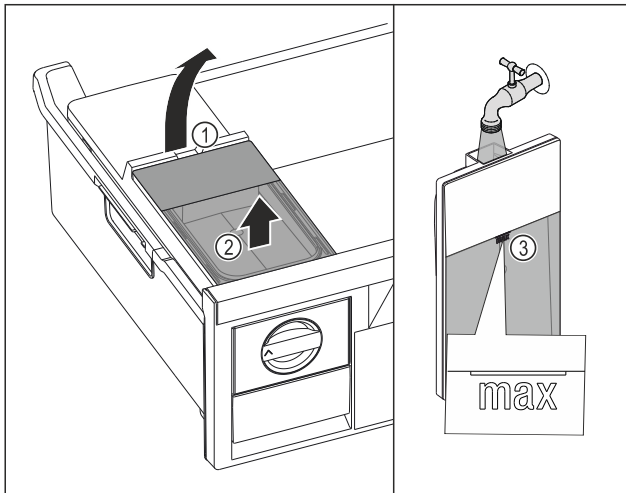

Fig. 100
- ▶ Elevar el depósito de agua por la entalladura Fig. 100 (1).
- ▶ Extraer el depósito de agua hacia arriba. Fig. 100 (2)
- ▶ Llenar el depósito de agua con agua potable hasta la marca Fig. 100 (3).